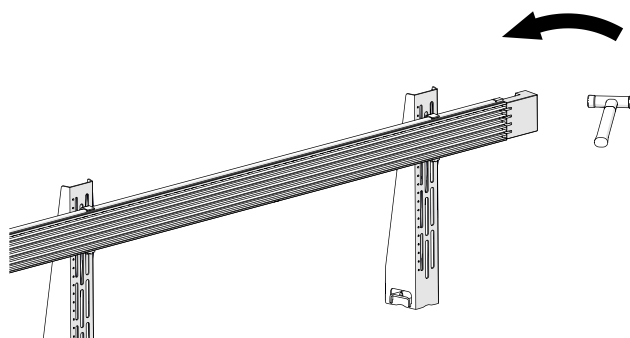

Fig. 21: Enfoncer le rail conducteur avec un maillet
2. Poser le bloc de montage du côté de la douille du rail conducteur à monter. Ensuite, enfoncer avec précaution le rail conducteur avec une massette dans le rail conducteur du côté opposé (voir Fig. 21).